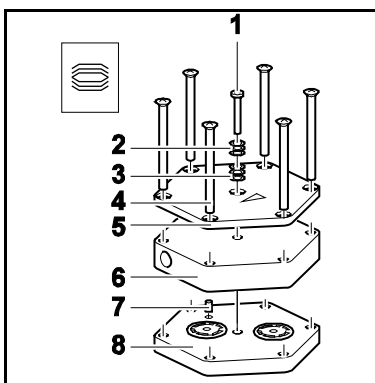

Abb. 24: Pumpenkopf montieren
1. Bei zweiköpfiger Pumpe: An pneumatischer Kopfverschaltung (3) die Überwurfmutter (2) von Hand lösen. Winkelschraub-Verschraubung (1) des Pumpenkopfs (4) gegen den Uhrzeigersinn drehen, bis Verbindungsschlauch abgezogen werden kann.
2. Druckplatte (Abb. 24/5), Kopfdeckel (Abb. 24/6), Zwischenplatte (Abb. 24/8) und Membranaufnahme mit einem durchgehenden Filzstiftstrich markieren (bei zweiköpfigen Pumpen an beiden Pumpenköpfen). Dadurch wird verhindert, dass die Teile später falsch montiert werden.
6. Schraube/Schrauben (1) in der Mitte der Druckplatte (5) mit Tellerfedern (2, 3) einsetzen. Dabei auf die richtige Anordnung der Tellerfedern achten (siehe Abb. 24).
7. Schraube/Schrauben (1) festziehen, bis Schraubenkopf flächig aufsitzt. Schraube/Schrauben mit weiterer halber Umdrehung fixieren (Anzugsmoment: N810: 20 Ncm und N 820/ N 840/ N 842: 25 Ncm).